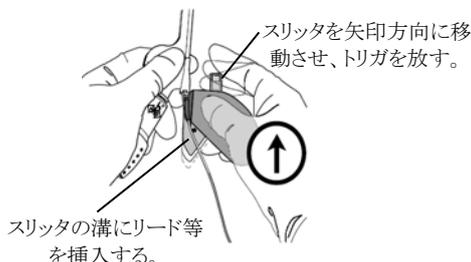

図 6 スリッタ(6232ADJ 型)の取付け②
- b. スリッタの刃をディフレクタブルカテーテルのハブに近づける。スリッタの溝にリード等を挿入し、トリガを放してリード等を固定する。このとき、リード等が動かないよう片手でしっかりと押さえる(図 6)。